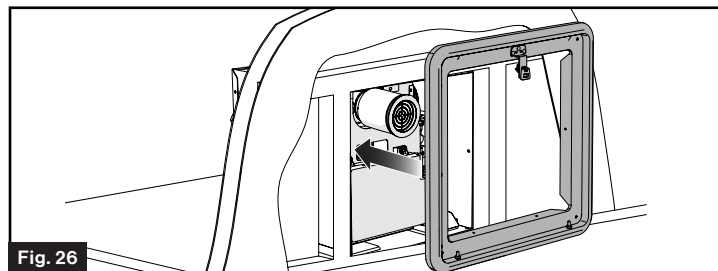

Fig. 26
4. Positionnez le cadre de la porte dans le corps du chauffe-eau avec les rebords intérieurs situés à l'intérieur du corps du chauffe-eau, et appuyez fermement contre la paroi latérale. (Fig. 26)